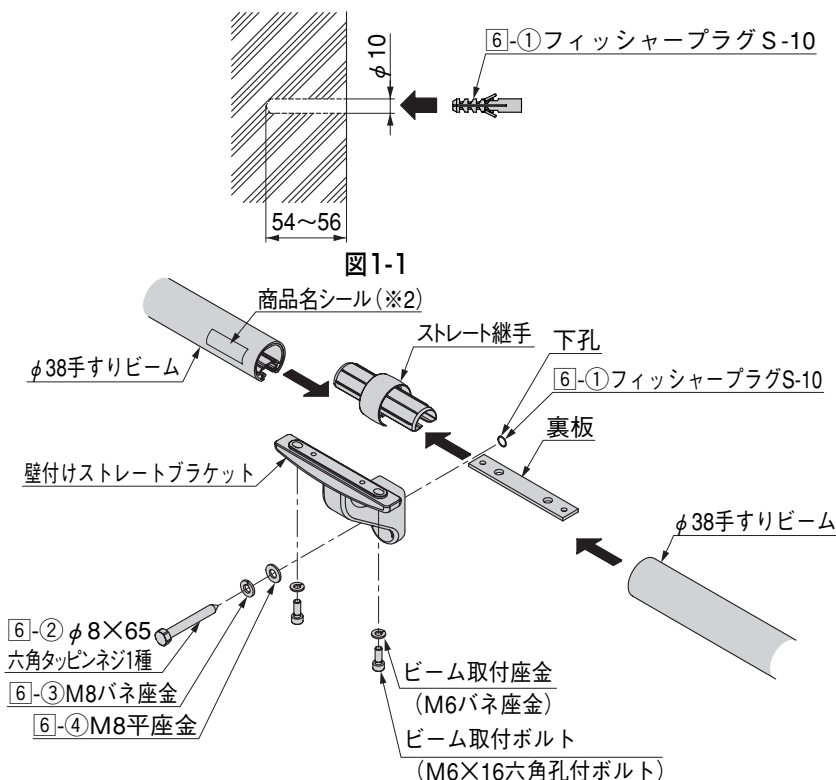
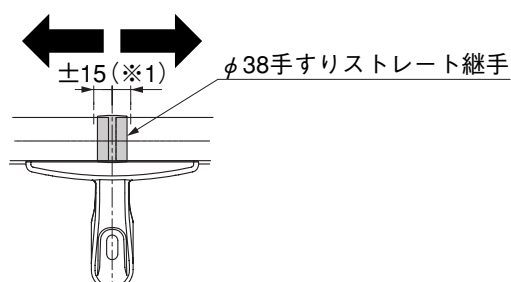

図1-1
図1-2
- ① 壁にφ10深さ54mm~56mmの下孔をあけて、[6]-①を挿入してください。(図1-1参照)
- ② 壁付けストレートブラケットを[6]-①に、[6]-②、[6]-③、[6]-④で仮止めしてください。
- ③ 壁付けストレートブラケットから裏板を一旦外して、ストレート継手に挿入した後、再び仮止めしてください。(図1-2参照)
- φ38手すりビームの商品名シール(※2)を、通路側に向けて取付けてください。(図1-2参照)
- ① 躯体にφ4.5深さ55mm~60mmの下孔をあけてください。
- ② 壁付ストレートブラケットを[6]-⑥、[6]-⑦、[6]-⑧、[6]-⑨で仮止めしてください。
- ③ (1)の「壁付け仕様の場合」を参照して壁付ストレートブラケット、ビームおよび継手を取付けてください。